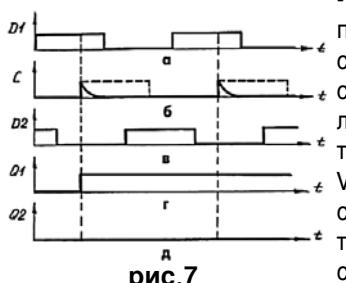

рис.7
разностью фаз 120° . Цепь C1R7 формирует кратковременный импульс по фронту сигнала фазы X2 (**рис.7, б**). Эти импульсы поступают на входы С триггеров DD2. Формы сигналов на входах триггеров показаны на **рис.7, а, в**, а на выходах триггеров
- на **рис.7, г, д**. Если фазы на X1, X2, X3 подключены правильно (X1-А, X2-В, X3-С), то расположение сигналов на входах и выходах триггеров соответствует рис.2. Если порядок фаз изменен, то лог."1" появится на выходе Q2. Сигналы с выходов триггеров поступают на усилители на транзисторах VT1, VT2, в цепи коллекторов которых включены светодиоды VD4, VD6. Если светится светодиод VD4, то последовательность фаз правильная, если светится VD6, то неправильная. Светодиод VD5